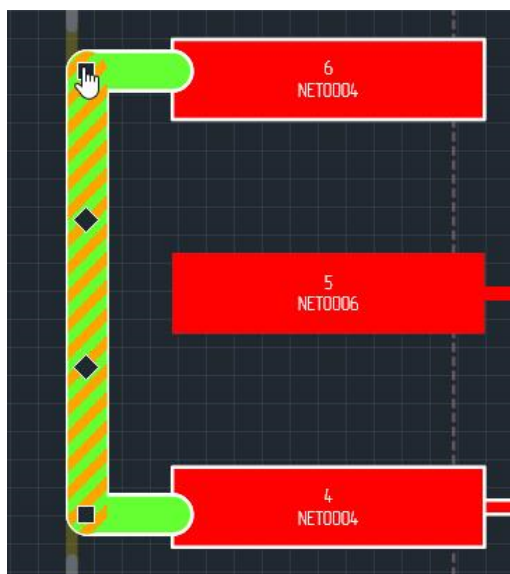

Рис. 261 Курсор при перемещении конечной точки сегмента
2. Наведите курсор на конечную точку сегмента, которую требуется переместить, при этом курсор должен изменить свою форму, см. Рис. 261.